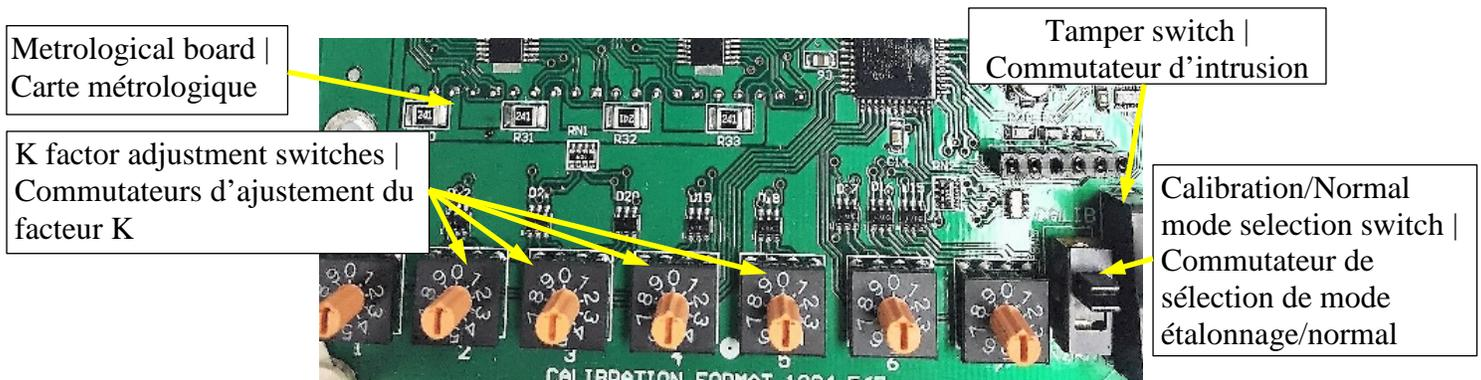

Figure 5 Calibration factor adjustment | réglage de facteur d'étalonnage
The Calibration/Normal mode switch is then set to Calibration mode (see Figure 5). The rotary switches can then be modified to adjust the meter's K-factor. Once completed, the mode switch is returned to Normal, the cover is re-installed, and a new seal is applied. A ticket will then be printed with the values of the K-factor, pulse count and total litres.
Le commutateur de mode d'étalonnage/normal est alors réglé en mode d'étalonnage (voir Figure 5). Les commutateurs rotatifs peuvent être modifiés pour ajuster le facteur K du compteur. Une fois complétée, remettre le commutateur de mode à l'état normal, réinstaller le couvercle et sceller. Un ticket sera imprimé avec le facteur K, nombre d'impulsions, et nombre total de litres.
- Low-level simulation valve connection point on the Cristal principal electronic board (see Figure 5).
- au point de connexion à la carte électronique du mécanisme de verrouillage du clapet de simulation de bas niveau (voir Figure 5).